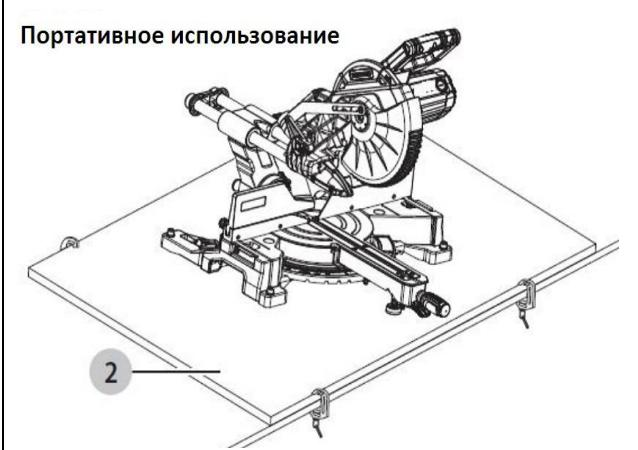

Рисунок 5c
- Поместите пилу на кусок фанеры толщиной 19 мм (2). (Рис. 6c). Надежно прикрутите основание пилы к фанере, используя крепежные отверстия (1) (Рис. 5а) в основании. Используйте С-образные зажимы, чтобы закрепить этот лист фанеры на устойчивой рабочей поверхности на рабочем месте. (Рис. 5c)